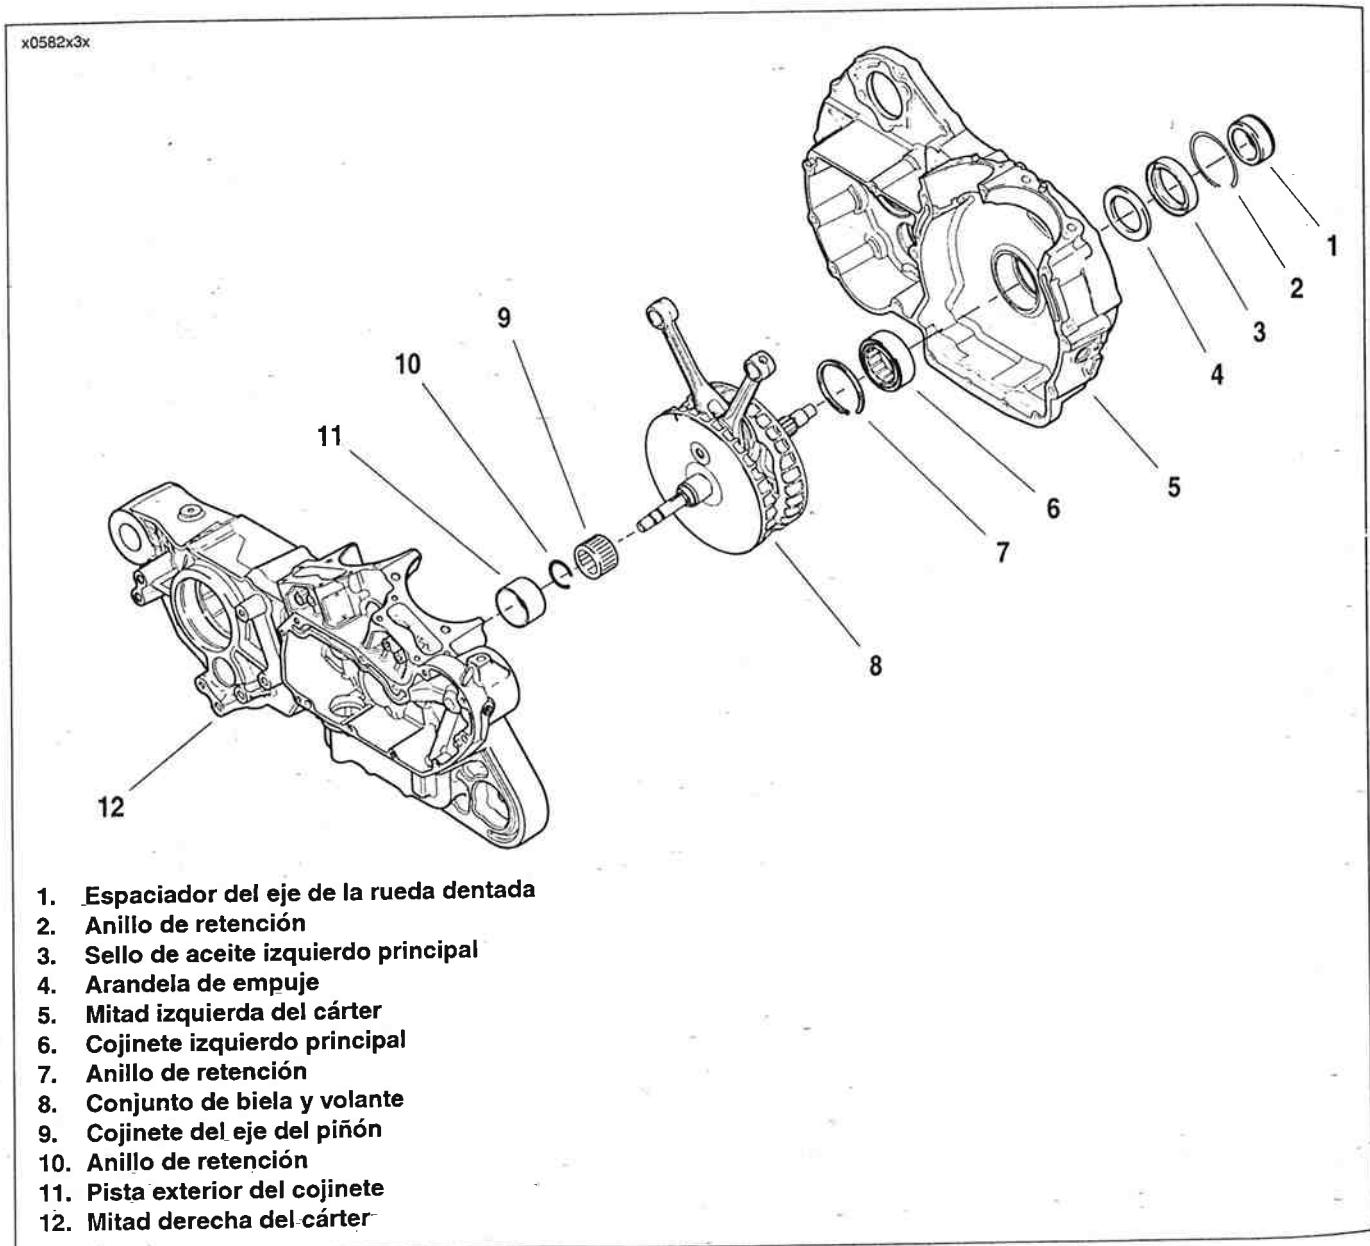

Figura 3-92. Conjunto del cárter y volante
Vea la Figura 3-92. Si es necesario quitar el cojinete del eje del piñón (9) o el cojinete izquierdo principal (6), proceda de la manera siguiente:
4. Vea la Figura 3-95. Vea la Figura 3-92. Extraiga el anillo de retención del cojinete exterior izquierdo principal (2).
5. Vea la Figura 3-92. Extraiga el sello de aceite izquierdo principal (3) de la mitad izquierda del cárter usando la herramienta Snap-On (pieza N° CJ 114, tirador de abolladuras de cuerpos).
6. Quite la arandela de empuje (4) al lado del cojinete izquierdo principal (6).
7. Vea la Figura 3-96. Vea la Figura 3-92. Extraiga el anillo de retención del cojinete izquierdo principal (7) del interior de la mitad izquierda del cárter (5).
Vea la Figura 3-92. La pista exterior (11) es un buje introducido a presión en la mitad derecha del cárter. La pista interior está introducida a presión en el eje del piñón.